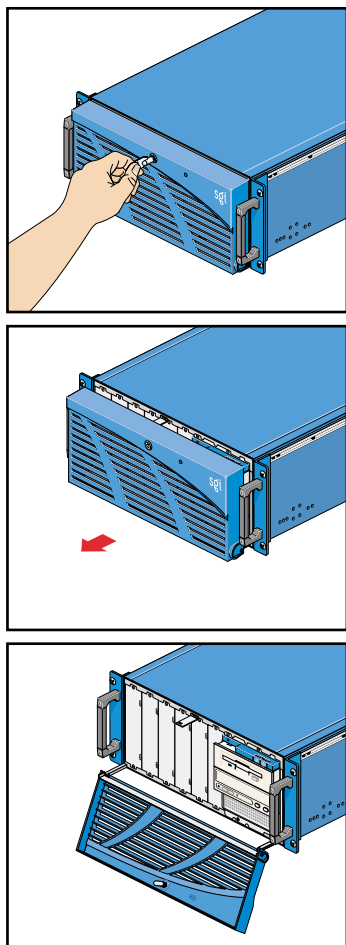

図 4-1 ノードベゼルを開く
2. ベゼルを引き出してノードから外し、図 4-1 に示すようにベゼルを下方に回すようにします。